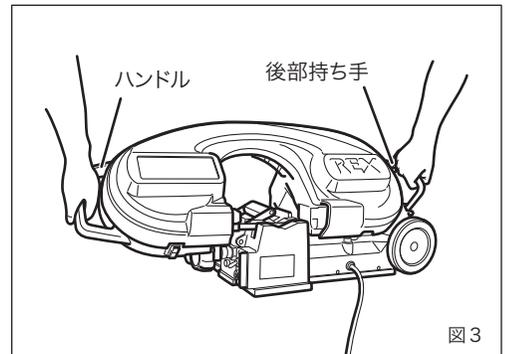

図3
## 1. 運搬、設置 (図2～図3)
② 持ち上げて運ぶ場合はハンドルと後部持ち手を持ち、必ず2人以上で運んでください。(図3)